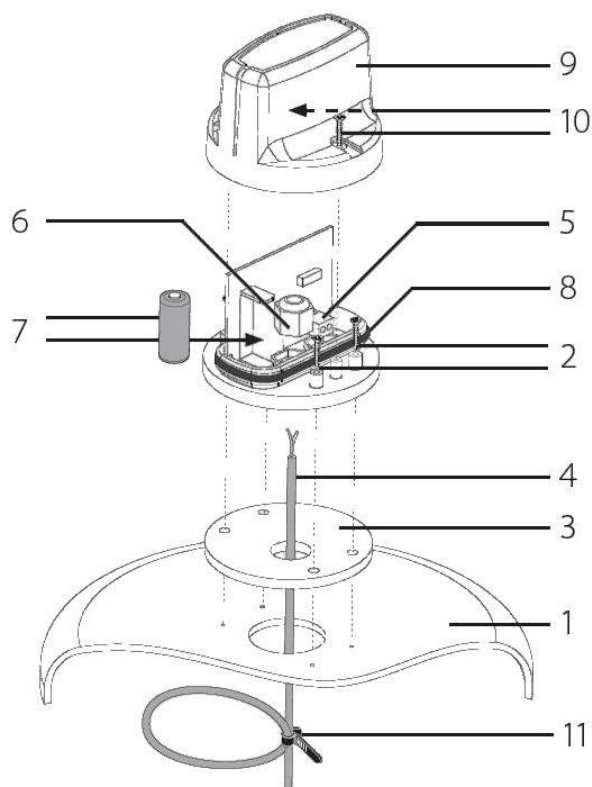

Bild 14. Installering av högnivåvakten.
Bild 14 visar installeringen av Lokaset R sändare. Sändaren fästs i locket (1) till behållarens servicebrunn med medföljande plåtskruvar (2); 4 st. 2,9-3 x 25 mm. Mellan sändaren och locket installeras en gummipackning (3). Sändarens lock ska öppnas när den fästs. En genomföring görs i servicebrunnens lock för kabeln (4) eller hela givaren. Givarens kabelledningar kopplas skruvstiften (5) i till sändarens kretskort. Kabelkopplingens polaritet har ingen betydelse för anordningens funktion. Spänn givarens genomföringshylsa (6) för kabeln. Placera en najtråd ovanför genomföringshylsan för att ta bort draget. Batteriet CR123A som medföljer sändaren läggs på plats (7) med pluspolen (+) uppåt.